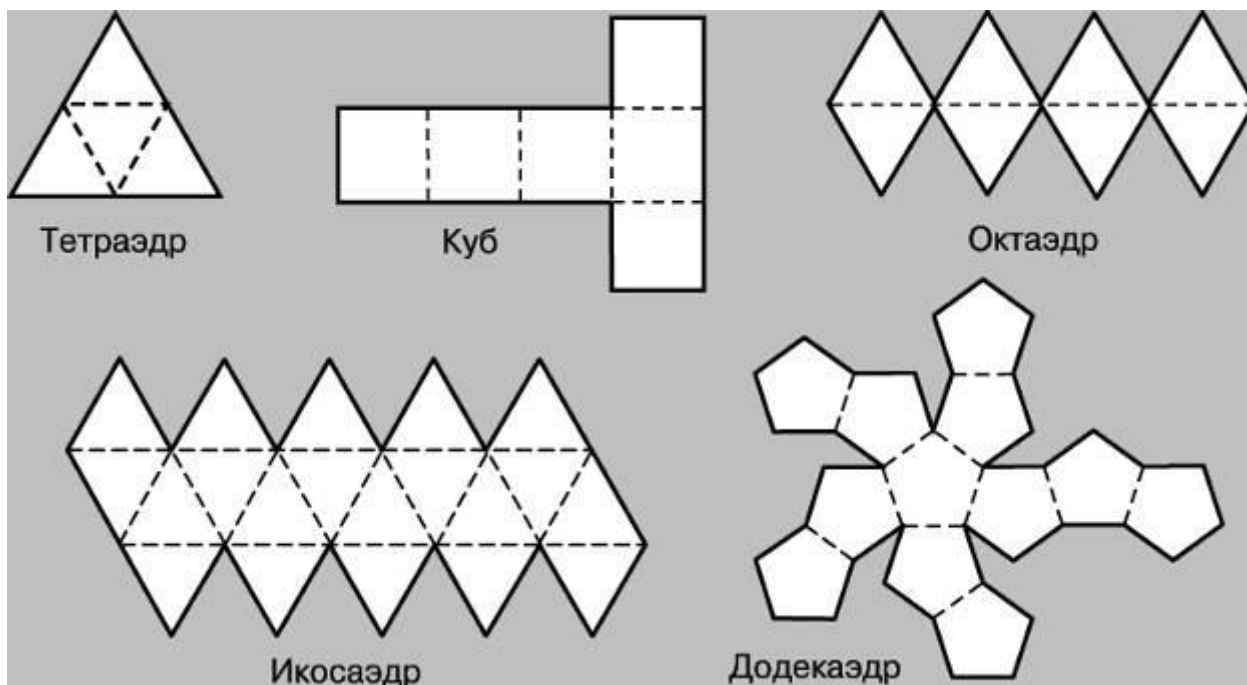

Рисунок 23.1 – Примеры развёрток тел для самостоятельной работы
**Задания для самостоятельного решения:** Изготовьте модели правильных многогранников по их разверткам рис. 23.1: